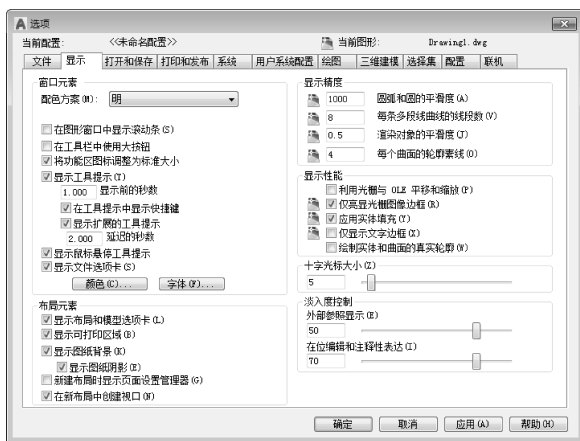

图 1-12 “选项”对话框中的“显示”选项卡
- (1) 选择菜单栏中的“工具”→“选项”命令，弹出“选项”对话框。
- (2) 单击“显示”选项卡，如图 1-12 所示。
在如图 1-12 所示的“显示”选项卡中拖动“十字光标大小”中的滑块，或直接在文本框中输入数值，即可对十字光标的大小进行调整。